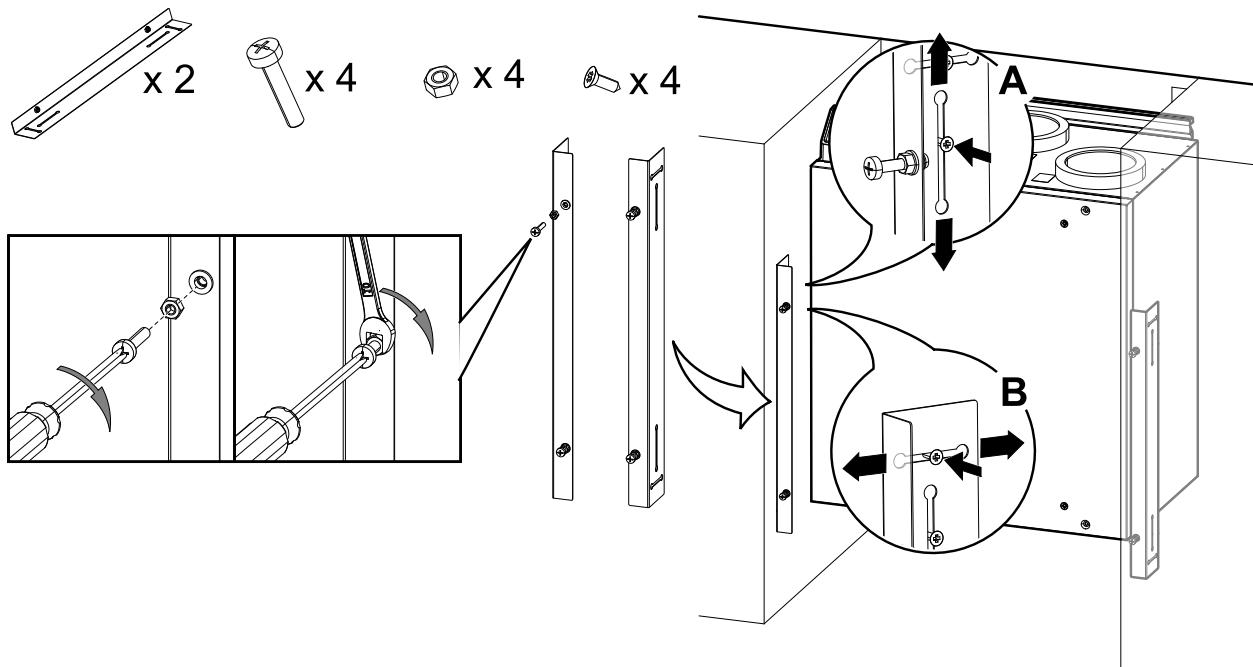

Bild 14 Die Installation der Schrauben und Halterungen
1. Vier M6-Schrauben in die Gewindestifte am Gerät montieren und mit Sechskantmuttern sichern (Abbildung 14). Der Abstand der Schrauben kann nachträglich justiert werden.
Die Halterungen sind vertikal (Abbildung 14, A) und horizontal justierbar (Abbildung 14, B). Richten Sie die Halterungen an der Unterseite des Gerätes aus. Ziehen Sie die Schrauben nach dem Einstellen der Halterungen fest an.